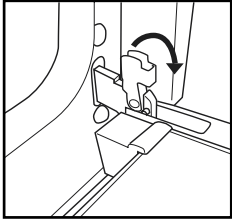

Рис. 1.
2. Підніміть фіксатори та натисніть на них уперед до кінця (рис. 1).